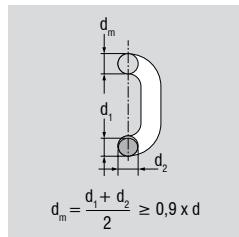

Fig. 11: Reducción del espesor de un elemento de cadena
- Reducción del espesor del elemento de cadena en algún lugar en una media >10 % (fig. 11)